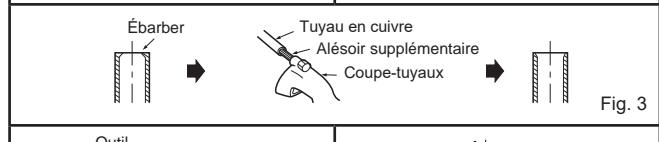

Fig. 3
- S'il tuyau de vidange fourni avec l'unité interne est trop court, branchez-le au tuyau de vidange fourni sur chantier (I). (Fig. 3)
- 2) Ébarbez parfaitement la partie tronçonée du tuyau en évitant d'introduire des éclats de métal dans la tuyauterie. (Fig. 3)